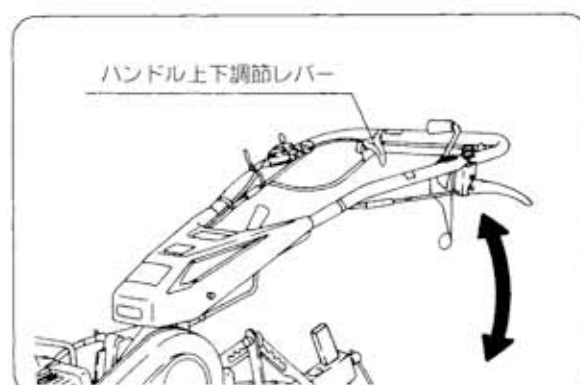

図32A
- ② ハンドル上下調節レバーを握り、ハンドルの高さを換えて作業及び身長に合った位置でご使用ください。（図32A）